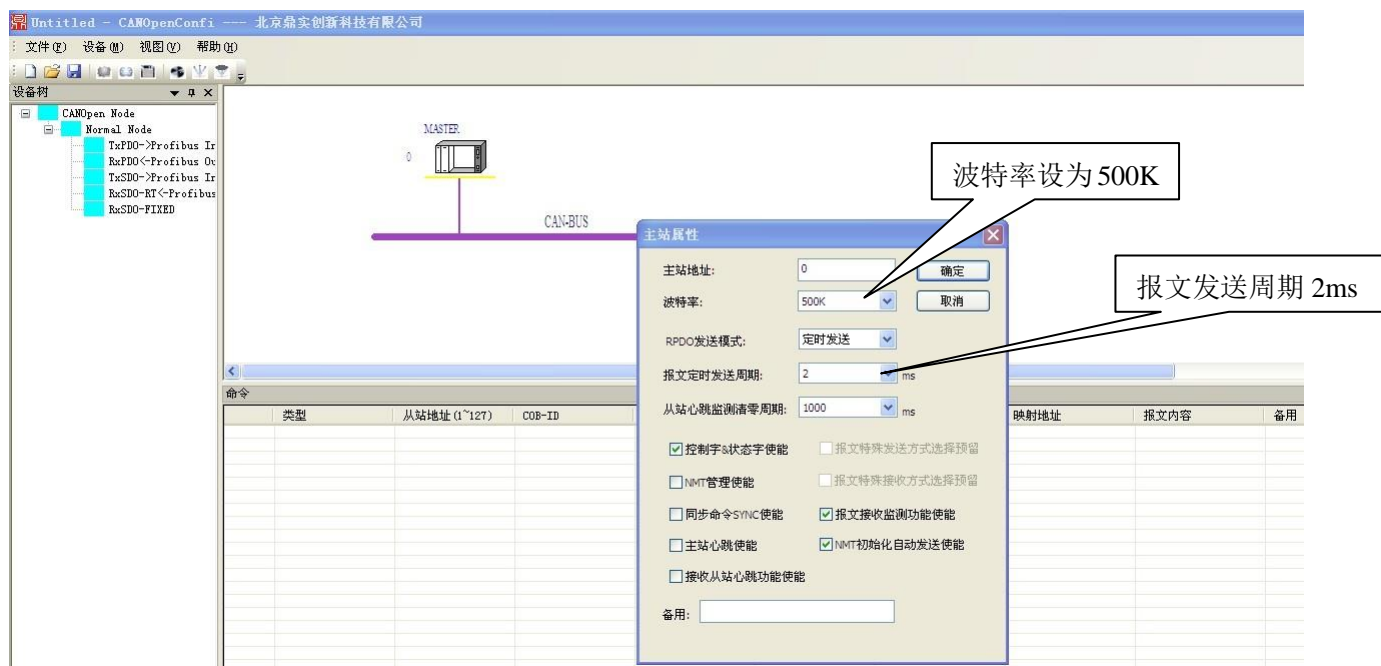

图 5-2
1、打开 CANOpenConfi、双击 MASTER，按照上述要求配置 CANOPEN 通讯参数，波特率：500K，报文发送周期 2ms。如图 5-2 所示。